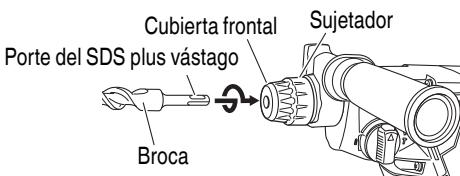

Fig. 7
- ### 3. Montaje de la broca (Fig. 7, 8)
- (1) Limpie la parte de la espiga de la broca de taladro.
- (2) Introduzca la broca de taladro en el portaherramienta, retorciéndola hasta que quede enclavada. (Fig. 7)